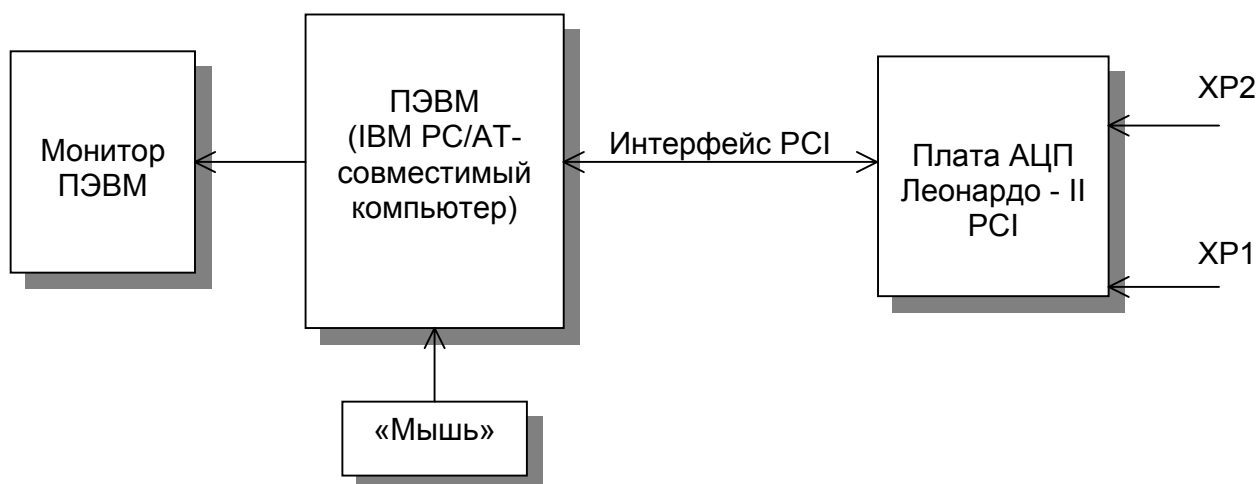

Рис. 5. 1
5.5.1. Структурная схема взаимодействия составных частей прибора показана на Рис. 5. 1.